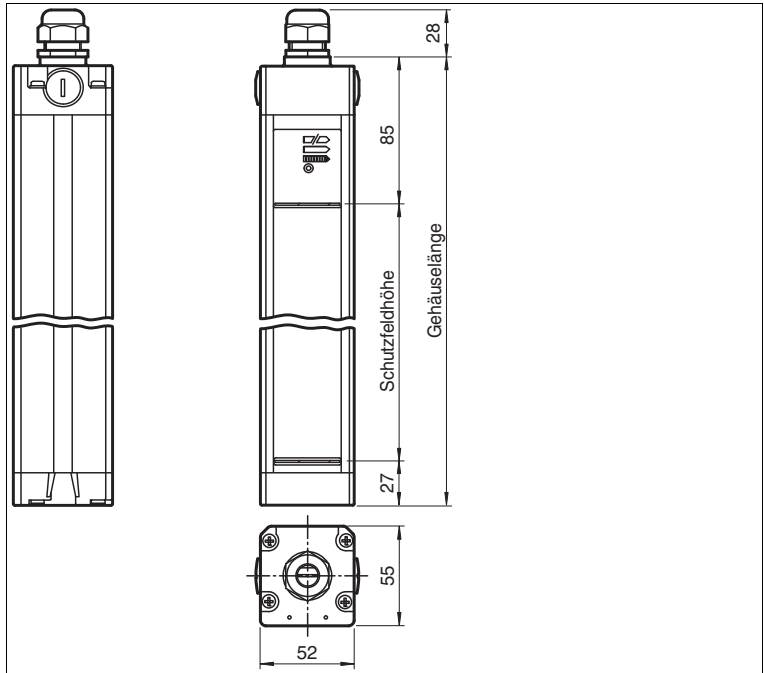

Abbildung 10.1 Abmessungen Sicherheitslichtvorhang SLC (Master)
- Der Gehäusequerschnitt ist der gleiche wie der eines Sicherheitslichtvorhangs SLC → siehe Abbildung 10.1 auf Seite 45.